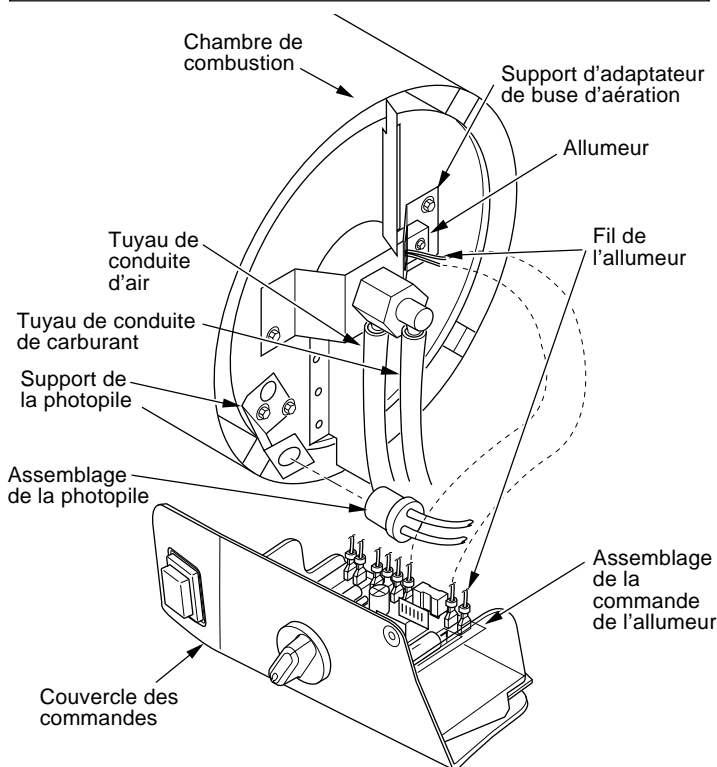

Figure 12 - Débranchement des fils de l'allumeur de l'assemblage de commande de l'allumeur (modèles 125T et 170T illustrés)
4. Débranchez les fils d'allumage de l'assemblage de commande d'allumage (voir Figure 12). Tirez sur les fils d'allumage par le trou de l'échangeur de chaleur inférieur.
5. Débranchez le tuyau de conduite de carburant et le tuyau de conduite d'air. Retirez la photopile de son support (voir Figure 12).
11. Acheminez les fils d'allumage de nouveau vers le bas par le trou de l'échangeur de chaleur inférieur. Branchez les fils à l'assemblage de commande d'allumage (voir Figure 12).